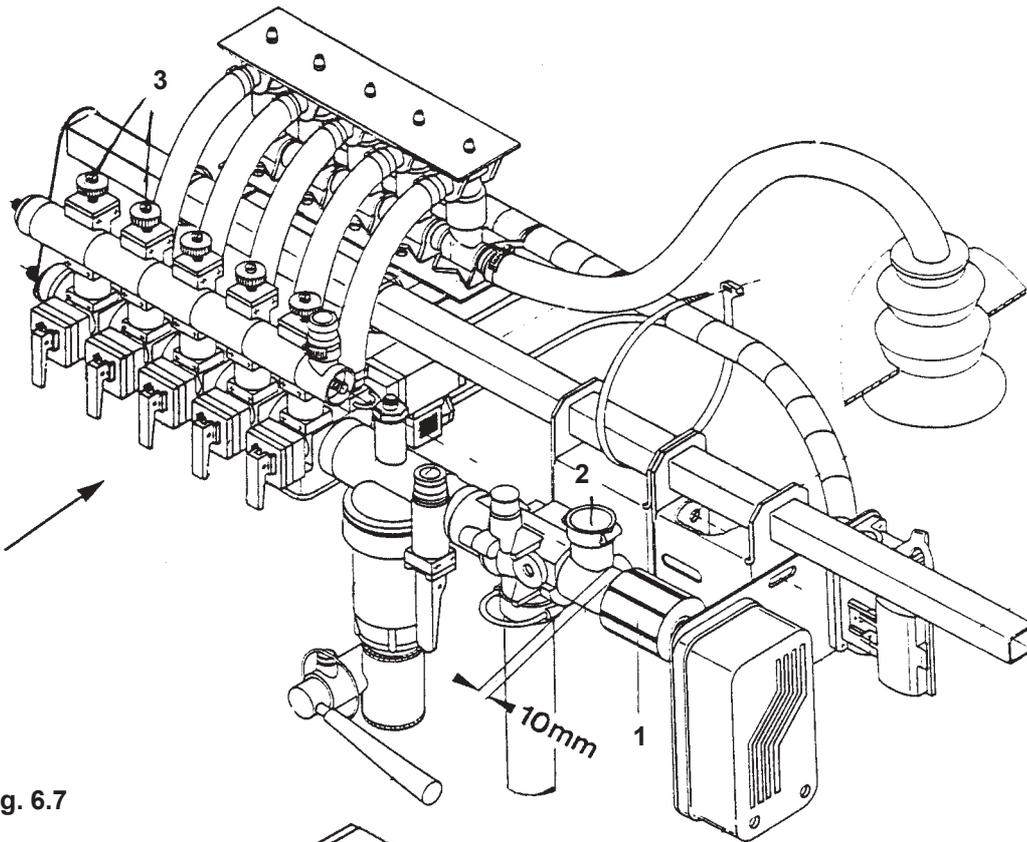

Fig. 6.7
- Einstellen des Überdruckventils. Hierzu die Reguliermutter (Fig. 6.7/ 1) der Dosierautomatik solange verdrehen, bis zwischen dem Kranz der Reguliermutter und dem Rücklauf-Schlauchstutzen (Fig. 6.7/ 2) ein Abstand von 10 mm erreicht ist. Eingestellt ist das Überdruckventil damit auf ca. 7 bar.